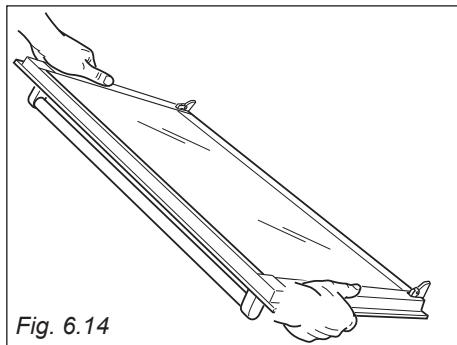

Fig. 6.14
1. Saisir solidement la porte (fig. 6.14).